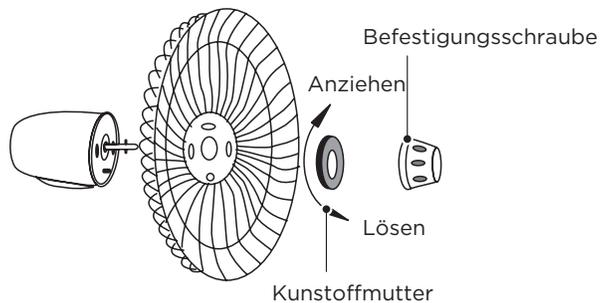

Abb. 5
- 1 Lösen Sie die Befestigungsschraube im Uhrzeigersinn (oder entnehmen Sie die Befestigungsschraube aus dem Beutel) und die Kunststoffmutter gegen den Uhrzeigersinn, um beide zu entfernen. Befestigen Sie das hintere Schutzgitter am Motor und ziehen Sie die Kunststoffmutter wieder fest. (Abb. 5)